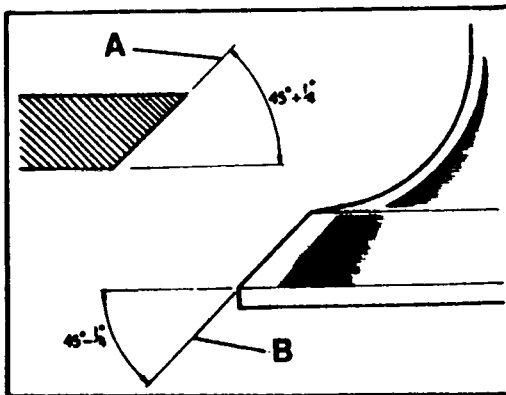

Fig. A1-71 Angulo de asiento en válvulas y culata
- 2.6. Con el equipo apropiado, verificar los asientos de las válvulas en la culata, siendo la inclinación correcta  $45^\circ + 1/4^\circ$  tanto para admisión como para escape, A (Fig. A1-71).
- 2.7. La inclinación correcta de los asientos de las válvulas tanto para admisión como para escape, es de  $45^\circ - 1/4^\circ$ , B (Fig. A1-71).
- 2.8. Se llevará a cabo el rectificado de los asientos de las válvulas en la culata, con el equipo apropiado, teniendo en cuenta que dicho ángulo es el, A, citado en la Fig. A1-71.